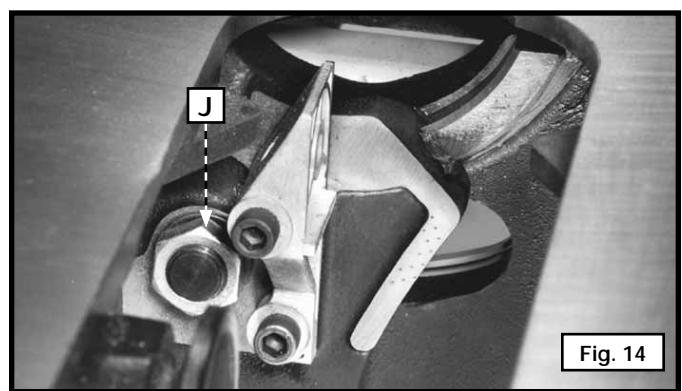
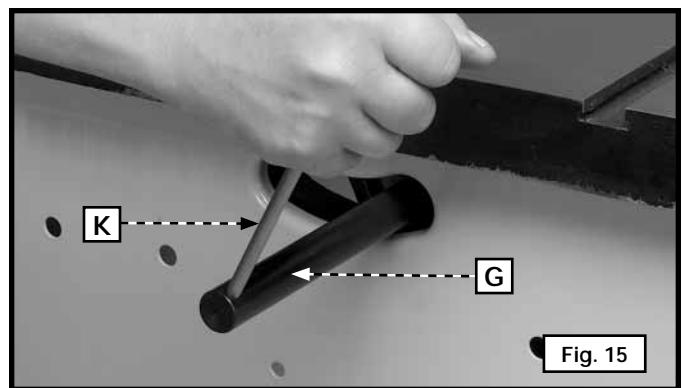

Fig. 14
Fig. 15
- Pour ajuster, desserrer les deux vis (F) fig. 12. Régler le support du couteau séparateur (A) jusqu'à ce qu'il s'aligne avec la bride interne de la lame (B) fig. 15. Resserrer les deux vis (F). Remettre la vis et la plaque de fixation en place et serrer lâchement.
- Insérer l'extrémité filetée de la tige de support (G) fig. 13 dans la rainure à l'arrière de la scie et dans le trou du tourillon arrière (H). Fixer la tige de support (G) au tourillon avec une rondelle éventail et un contre-écrou hexagonal de 15,8 mm-18 (5/8 po-18) (J) fig. 14.
**REMARQUE** : visser à la main le contre-écrou (J) fig. 14 sur le filetage de la tige de support (G) aussi loin que possible.
- Utiliser une clé pour tenir le contre-écrou hexagonal (J) fig. 14. Serrer la tige (G) fig. 15 avec un petit tournevis (K) ou un dispositif similaire, par le trou à l'extrémité de la tige.